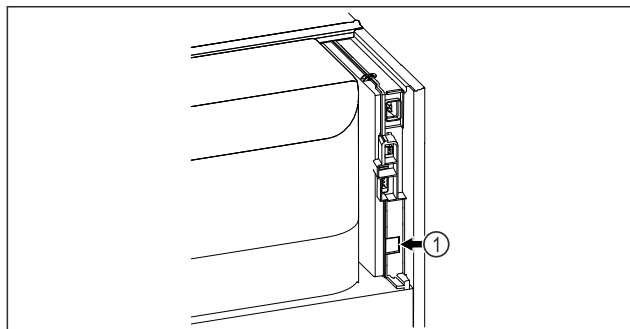

Fig. 94
- ❑ SmartModule Fig. 94 (1) ist eingesetzt.